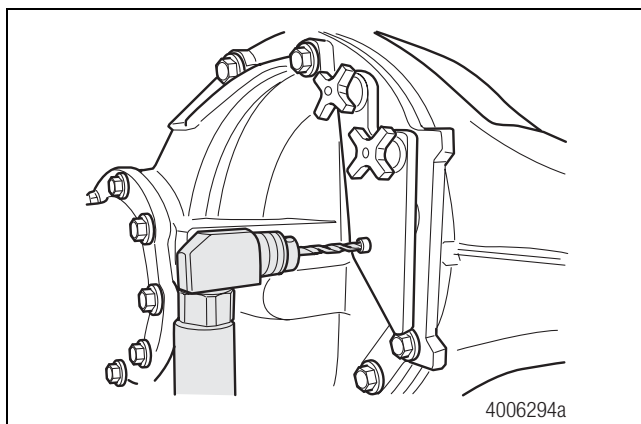

Figure 4
8. Insérer le foret de grosseur « L » inclus dans la trousse dans le mandrin de la perceuse. Insérer le foret de grosseur « L » dans la douille du guide-foret. Lubrifier le foret de grosseur « L » et la douille du guide-foret pour réduire la chaleur et prolonger la durée utile de l'outil. Figure 4.